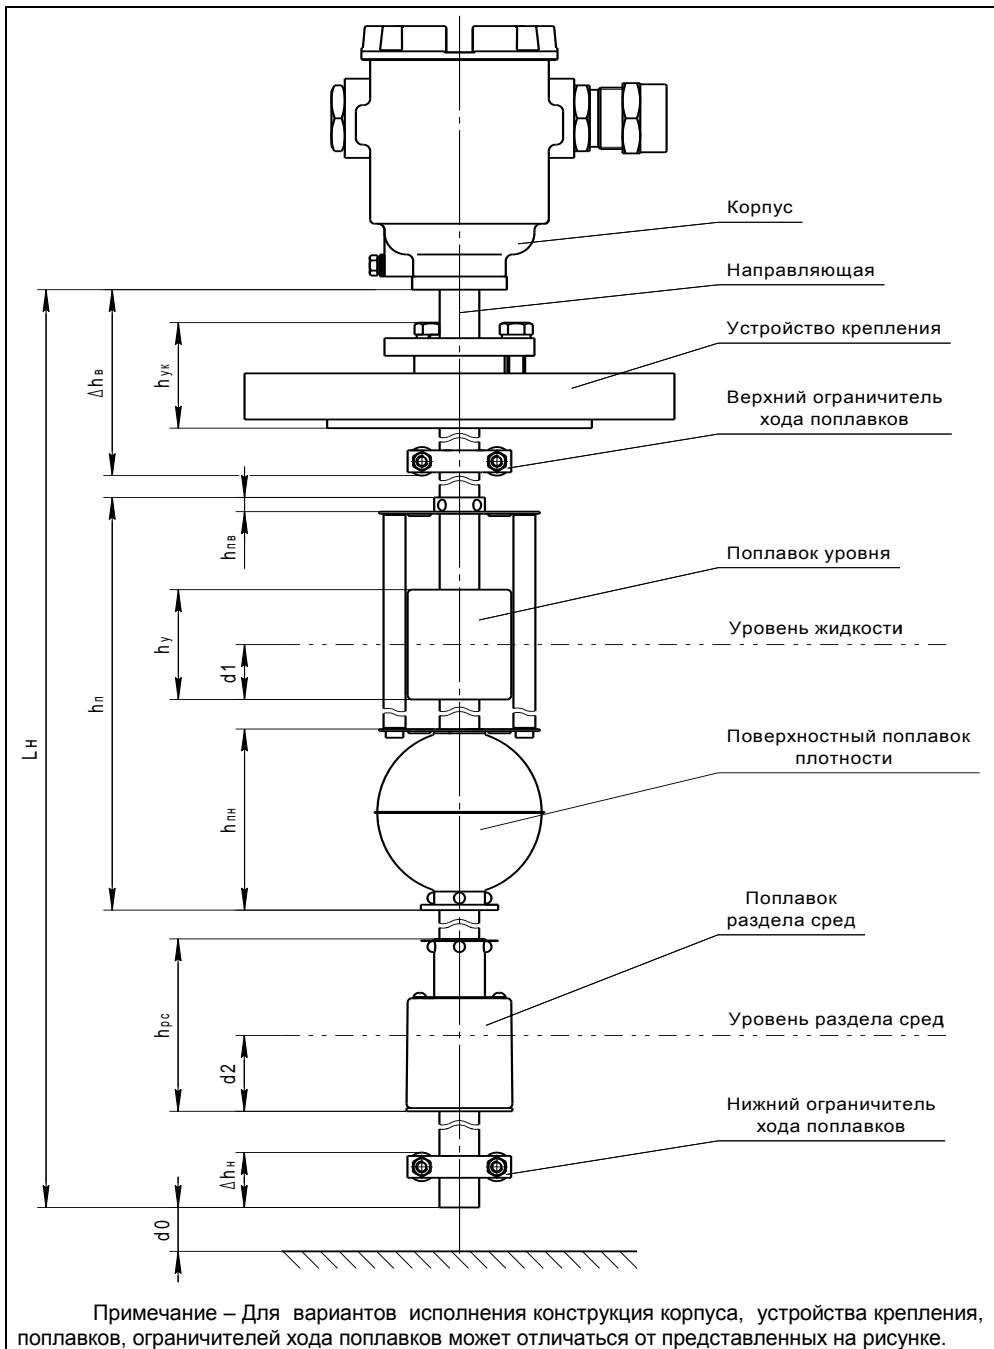

Рисунок 1
1.2.3 Нижний предел измерений уровня Нн для всех преобразователей, кроме преобразователей с погружным поплавком плотности, определяется по формуле, мм (см. рисунок 1):